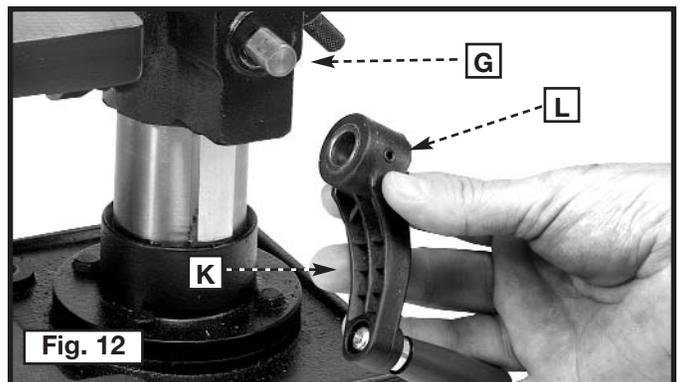

Fig. 12
9. Una la tabla que levanta y que baja la manija (K) Fig. 12 en del eje de tornillo sin fin (G) y apriete el tornillo de presión (L) contra el plano en el eje.